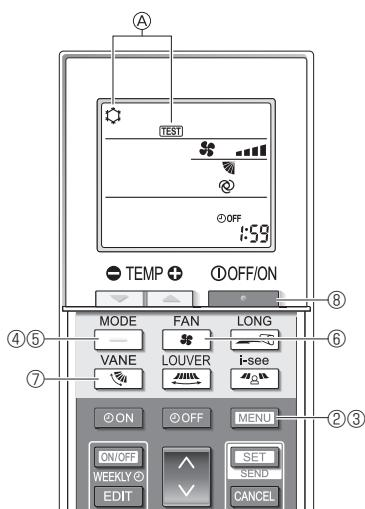

Fig. 7-5
- Pulse el botón **[MENU]** durante 5 segundos. (Fig. 7-5) (Realice esta operación con la pantalla del mando a distancia apagada).
- Pulse el botón **[MENU]**. En pantalla se visualiza **Ⓐ [TEST] (PRUEBA)** y el modo actual de funcionamiento. (Fig. 7-5)